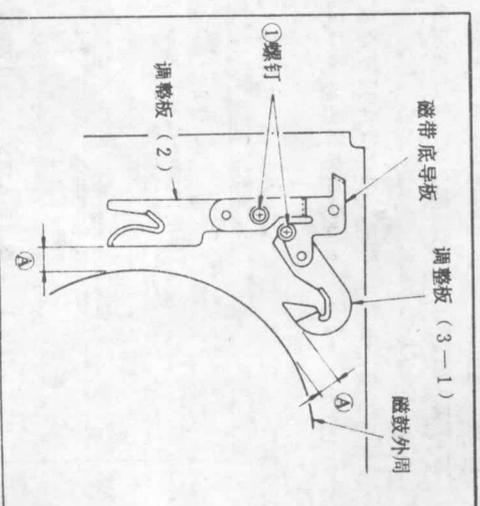

图5 更换磁鼓
1) 测量并记录上磁鼓磁带保持部及调整板的2个间隙④(图5)。(不要忘记此项工作。因为调整板的安装位置会影响磁带通道。)
2) 拧下图5中的螺钉①并卸下磁带底导板及调整板(2)与(3-1)。